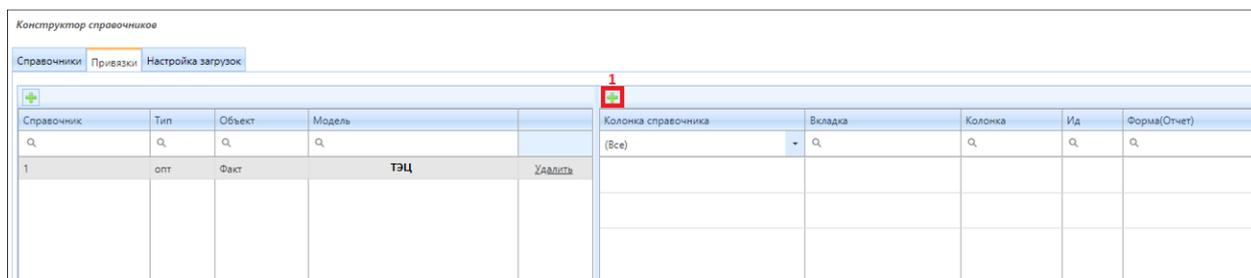

Рисунок 4.6.45 – Привязка колонок отчета к справочнику
Затем, после установления признака «Справочник» напротив необходимых колонок отчета, нужно вернуться в подраздел «Конструктор справочников», перейти во вкладку «Привязки» и в правой области экрана нажать на кнопку (1) (рис. 4.6.45).